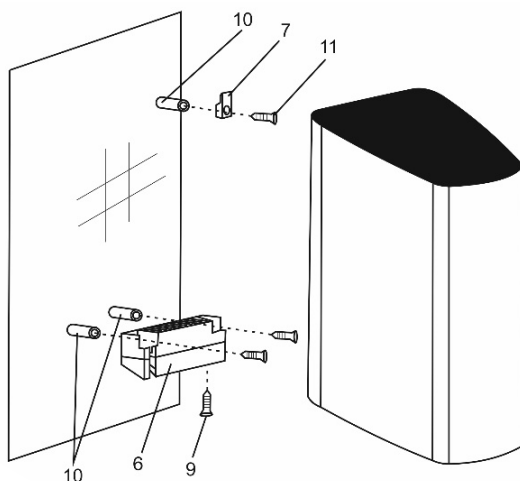

Fig. 4
- (Fig. 4) Insérez les chevilles (10) dans le trou et fixez le crochet (7) et le bloc de support (6) au mur.